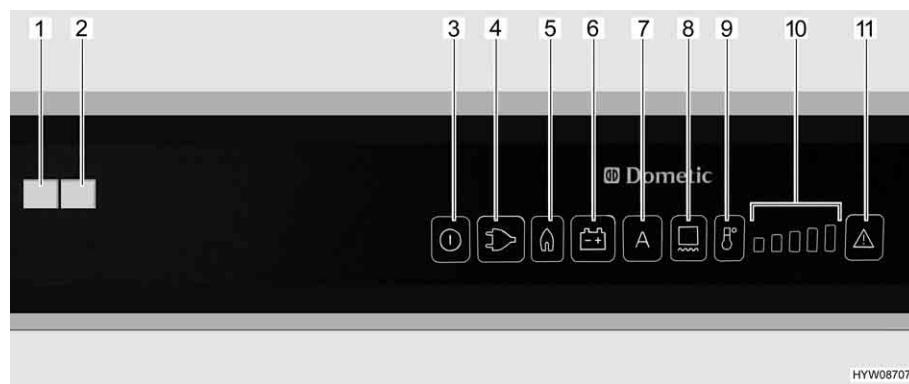

Fig. 102 Elementi di comando per il frigorifero (Dometic RMD)
Contemporaneamente si inserisce l'accenditore elettronico. Se la fiamma del gas si spegne, p. es. a causa di un colpo di vento, l'accenditore viene subito azionato riaccendendo il gas. In caso di guasto del funzionamento a gas, lampeggiano i tasti luminosi "Gas" (Fig. 102,5) e "Guasto" (Fig. 102,11). La spia di controllo "Guasto" (Fig. 102,1) è accesa e viene emesso un allarme acustico per 20 secondi.
Dopo l'accensione il frigorifero seleziona automaticamente la regolazione intermedia del termostato. Questa regolazione può essere modificata manualmente tramite il tasto di selezione del livello di temperatura (Fig. 102,9). Le spie di controllo (Fig. 102,10) indicano la temperatura selezionata sul termostato. Il tasto di selezione del livello di temperatura permette di regolare la temperatura di refrigerazione per tutti e tre i tipi di energia. Ci vogliono alcune ore prima che il frigorifero raggiunga la temperatura normale di esercizio. Cambiando la modalità di funzionamento la regolazione del termostato non viene modificata. La temperatura di refrigerazione è indipendente dal tipo di energia utilizzata.
- Accendere il riscaldamento del telaio per 2 ore: Premere una volta il tasto (Fig. 102,8). Sull'indicazione dei gradi di temperatura (Fig. 102,10) si accende una barra.
- Accendere il riscaldamento del telaio per 5 ore: Premere due volte il tasto (Fig. 102,8). Sull'indicazione dei gradi di temperatura (Fig. 102,10) si accendono due barre.
- Regolazione del riscaldamento del telaio ad esercizio continuo: Premere tre volte il tasto (Fig. 102,8). Sull'indicazione dei gradi di temperatura (Fig. 102,10) si accendono tre barre.
L'indicazione dei gradi di temperatura (Fig. 102,10) indica per alcuni secondi la durata di esercizio del riscaldamento del telaio.
Nel caso di temperature esterne ed umidità dell'aria elevate è possibile che si formino gocce d'acqua sul telaio in metallo del vano congelatore. Per questo motivo il frigorifero è dotato di un riscaldamento del telaio per il vano congelatore. Nel caso di temperature e umidità dell'aria elevate, accendere il riscaldamento del telaio con il tasto (Fig. 102,8). È possibile così evitare fenomeni di corrosione. Quando il riscaldamento del telaio è acceso, si accende il tasto luminoso (Fig. 102,8).
- Premere il tasto On/Off (Fig. 102,3) per circa 2 secondi. Il frigorifero si accende e viene visualizzato l'ultimo tipo di energia impostato, oppure "AES".
- Impostare la temperatura di refrigerazione con il tasto di selezione del livello di temperatura (Fig. 102,9). Le spie di controllo (Fig. 102,10) indicano la temperatura selezionata sul termostato.
- Premere il tasto On/Off (Fig. 102,3) per circa 2 secondi. Il frigorifero si spegne e le indicazioni smettono di lampeggiare.